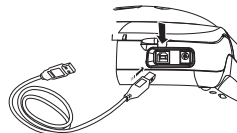

Figura 8
- 1 Inserire il cavo USB nella porta USB posta nella parte superiore dell'etichettatrice. Vedere la Figura 8.